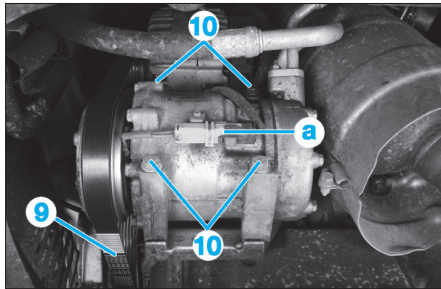

Fig. 84
- Déposer la courroie d'accessoires (9) (Fig.84).
- Déposer les vis (10) du compresseur de climatisation.